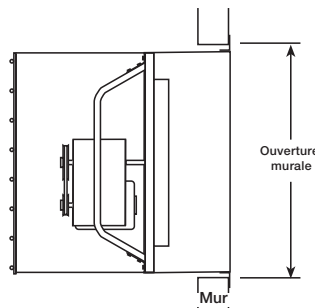

Figure 4 — Pose avec grille à travers mur
- b. La Figure 4 montre une pose de caisson de grille à travers le mur pour ventilateur d'extraction. Monter d'abord le ventilateur à l'intérieur du caisson de grille. Glisser ensuite le caisson de grille avec le ventilateur à l'intérieur à travers le mur. La visserie nécessaire pour cette option est fournie. Il s'agit de vis à tôle de